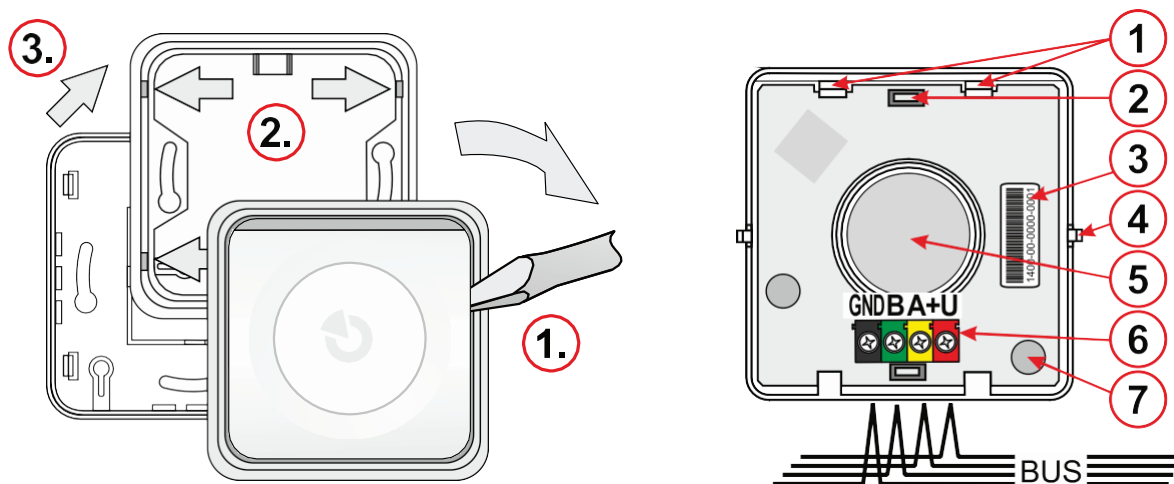

Abb. 1: Entfernen der Sirene vor der Installation, Abb. 2: Beschreibung des Innenteils der Sirene
1. Entfernen Sie das Gehäuse (die Knöpfe) der Sirene vom Kunststoffrahmen, indem Sie mit einem Schraubendreher auf eine Seite des Gehäuses (1.) drücken, wie in Abb. 1 gezeigt.